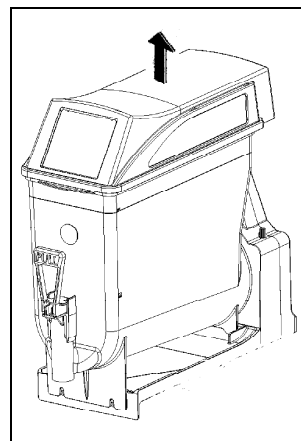

Fig. 5
- Rimuovere il coperchio principale (fig.5).